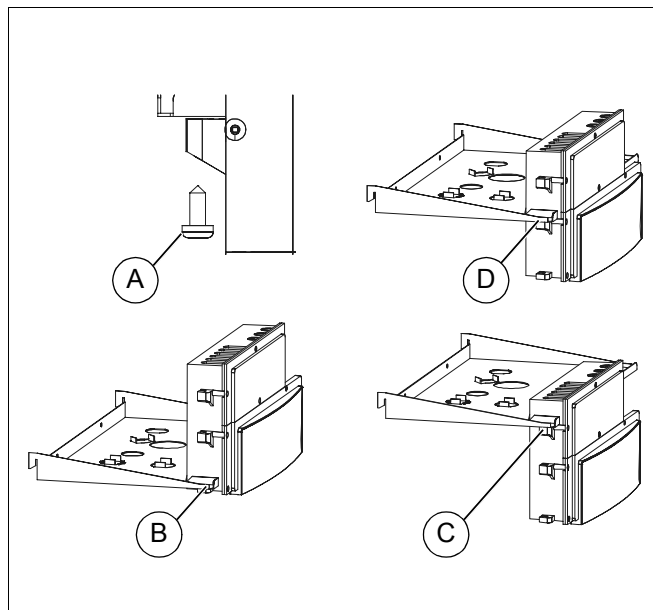

Рис. 53 Перестановка монтажной полки
Для облегчения работ по техническому обслуживанию можно установить монтажную полку в среднее (рис. 53, **поз. D**), верхнее или нижнее положение.
- Ослабить три крепежных винта монтажной полки (рис. 53, **поз. A**).
- В заключении выровнять монтажную полку соответственно в нижних отверстиях (рис. 53, **поз. B**) и закрепить.